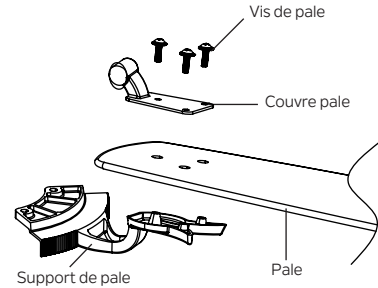

Fig. 18
Étape 1. Positionnez la pale sur le support de pale avec la tige filetée visible. Assurez-vous que le bord inférieur de la pale repose entièrement contre le support de pale. Placez le couvre-pale sur le dessus de la pale, en positionnant les trous sur les tiges filetées. Serrez avec trois vis du pack de quincaillerie pour fixer la pale au support de pale. (Fig.18)